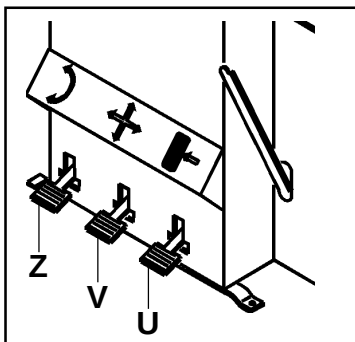

Fig. 9 - Abb. 9
- Posizionare il cerchio sul piatto e, tenendolo premuto con le mani verso il piatto, premere il pedale (V) per chiudere l'autocentrante. (Fig. 9)
- Open the clamps onto the turntable by pressing pedal (V) (fig.9)
- Set the rim onto the table and, keeping it pressed down by hand, press pedal (V) to close the turntable (fig.9)